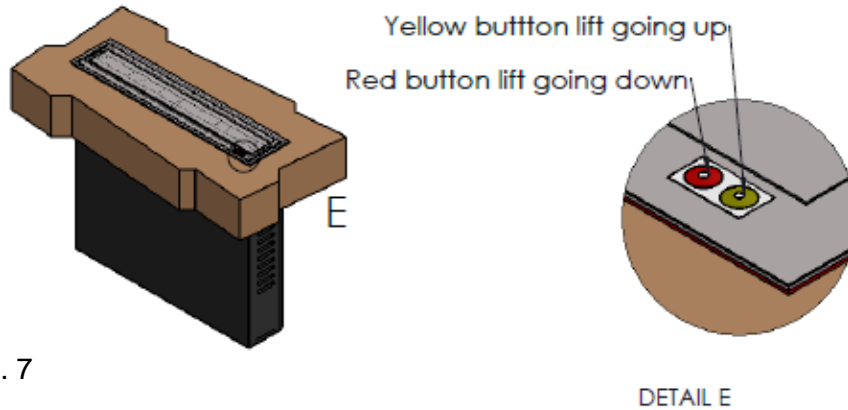

fig. 7
7. Monitor lift M-Series jest sterowany dwoma przyciskami na obudowie (rys. 7):
7. The Monitor lift M-Series is button operated (fig. 7):